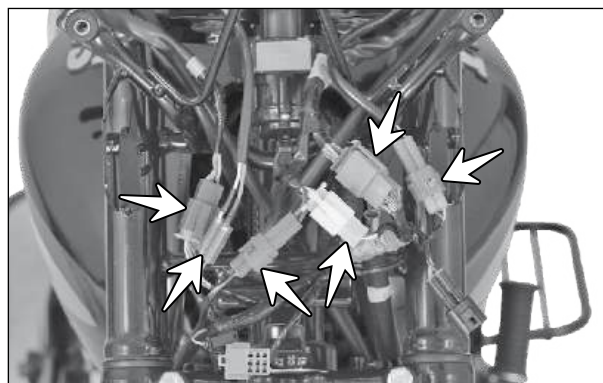

Fig. 6.47
- Desconecte cuidadosamente todos os conectores da fiação de sua fiação principal. (setas) (Fig. 6.47)